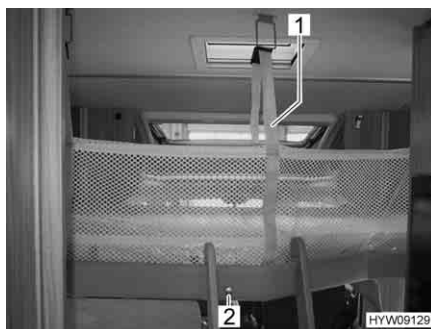

Fig. 60 Letto basculante con rete protettiva montata
- Premere il bottone (Fig. 60,2) e mantenerlo premuto.
- Staccare le cinture di ritegno (Fig. 60,1) e sistemare la rete protettiva sotto il materasso.
- Assicurare il letto basculante al soffitto mediante cinture di ritegno (Fig. 60,1).
- Agganciare tutte le cinture di ritegno (Fig. 60,1) ai ganci del soffitto.